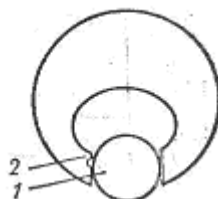

Рисунок 4 - Калибр – скоба
- 6 Для чего применяется калибр – скоба? Порядок измерения. Рисунок 4. - **5 баллов**